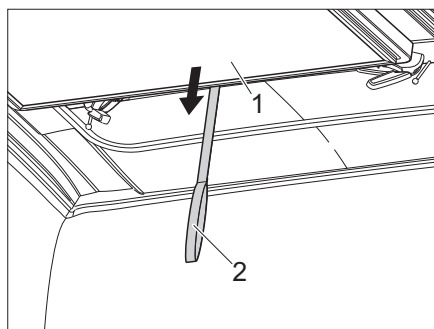

Figura 13 Tirar de la superficie de reposo hacia abajo
- Tirar la superficie de reposo (Figura 13,1) de la correa (Figura 13,2) hacia abajo.
- ▷ Antes de cerrar el techo elevable, tirar de la superficie de reposo (Figura 13,1) hacia abajo. **No** tirar de la superficie de reposo y del techo elevable al mismo tiempo hacia abajo.